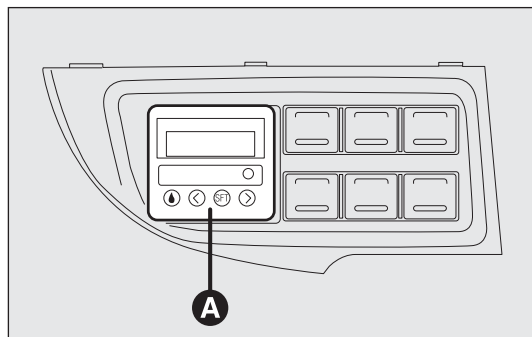

рис. 55
- ☐ цифровой таймер А – рис. 55 для включения отопителя вручную или для программирования времени его включения.